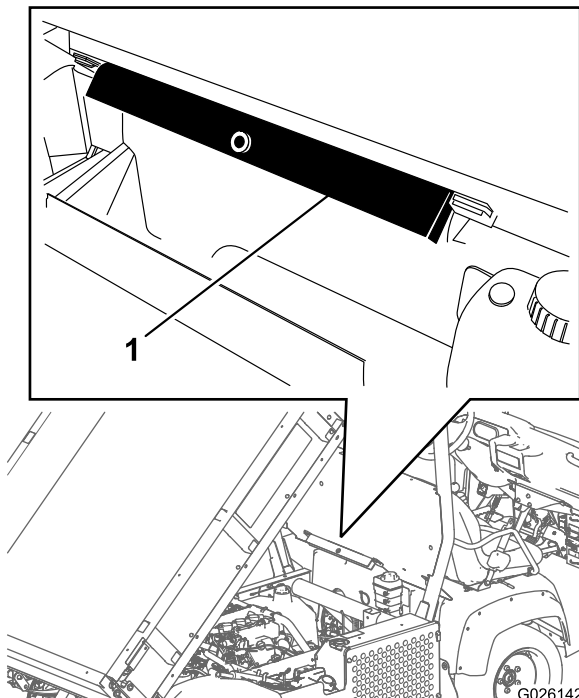

Figura 18
2. Retire el soporte de la plataforma de los soportes de almacenamiento situados en la parte trasera del panel del ROPS (Figura 18).